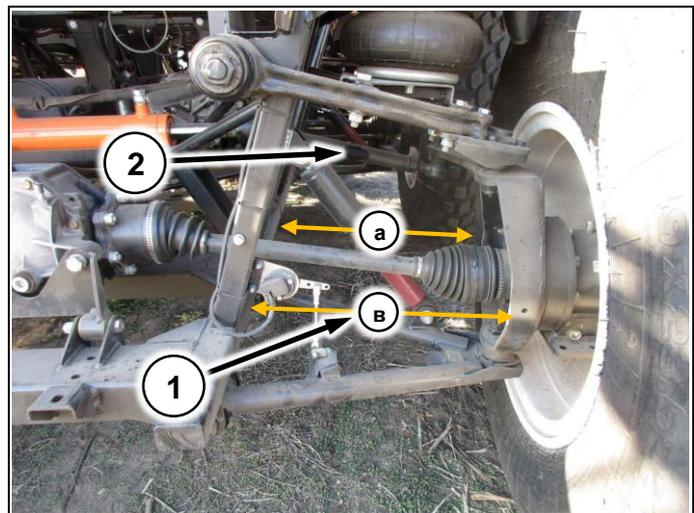

Рис. 67
2. Замерьте расстояние от нижнего профиля рамы до края редуктора, как показано на рисунке (а и в) (Рис. 67/1)
3. Вращая рулевую тягу (Рис. 67/2) добейтесь одинакового положения редуктора относительно рамы ($a=b$)